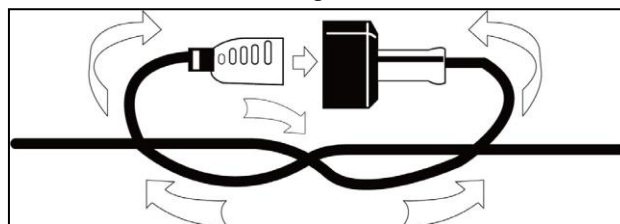

Fig. 3
3. Faceți un nod cu cablul de alimentare și cu prelungitorul, așa cum se arată în Fig. 3.